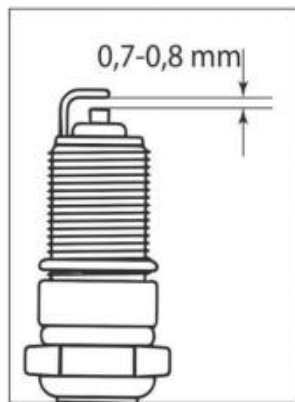

Fig. 27
7. Compruebe la distancia entre el electrodo de tierra y el electrodo central utilizando una sonda especial. Si es necesario, ajuste el espacio entre 0,7 y 0,8 mm (Fig. 27).